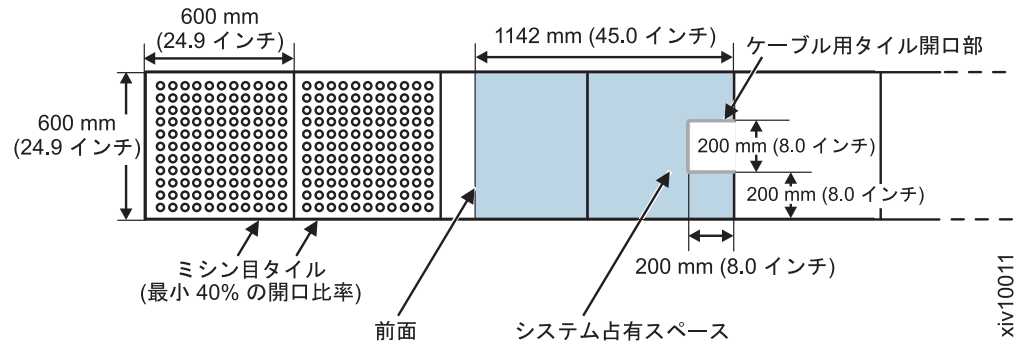

図 8. 上げ床の要件
2. XIV システムを 2 枚のタイル上の位置にするために、ラックの背面をフロア・タイルの継ぎ目に合わせ、2 列の穴あきタイルがラックのすぐ正面にくるように配置を計画します (図 8 を参照)。
3. 床下のケーブル接続および電気のために、背面のフロア・タイルに 200 mm × 200 mm (8 インチ × 8 インチ) の開口部を切り取ります (図 8 を参照)。
4. 換気を行うため、およびシステムの冷却要件をサポートするために、少なくとも 2 個 (できればそれ以上) のタイルを XIV システム の前面側に置きます (図 8 を参照)。これらのタイルには最低でも 40% の通気孔が必要です。